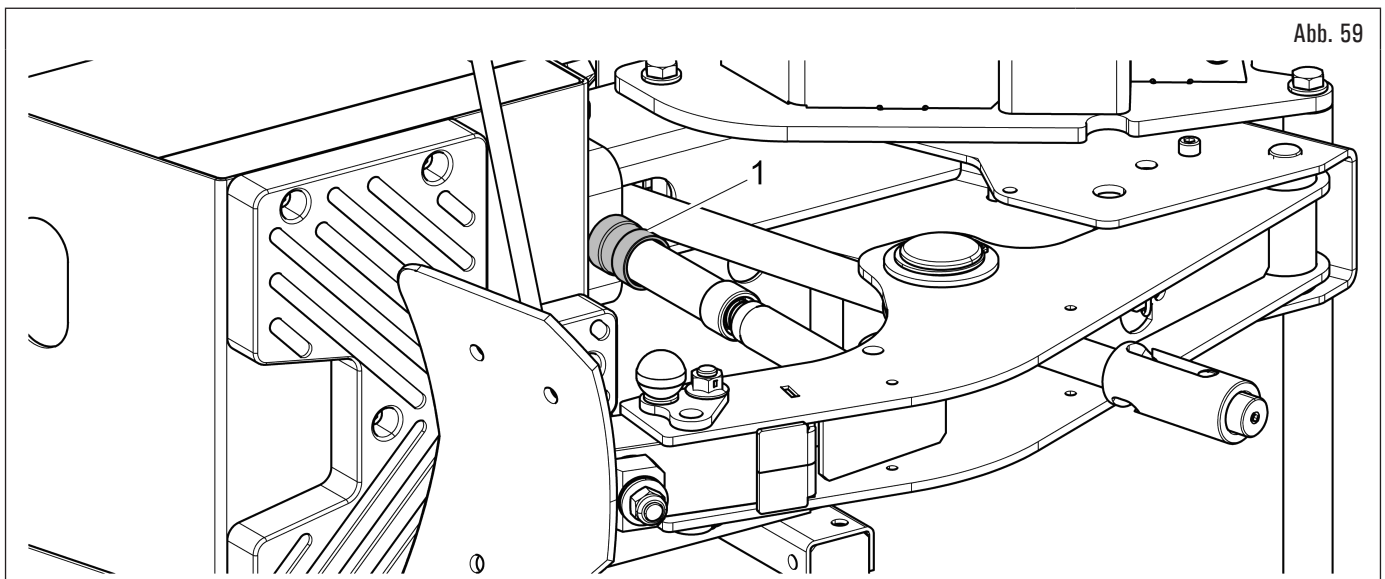

Abb. 59
2. stellen Sie den Hub des Wulstabdrücker-Hubbegrenzers ein, indem Sie auf seinen Einstellring (Abb. 59 Pkt. 1) einwirken, so dass die Schaufel den Rand der Felge um eine Höhe durchdringen kann, die gleich der Höhe eines Keils der Wulstabdrückerverlängerung ist;